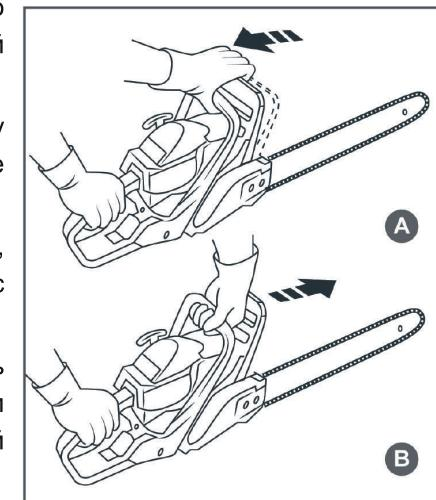

Рис. 7 Проверка механического тормоза
Тормоз цепи выключен (цепь может вращаться), когда ручка тормоза взведена (Рис. 7А).
Тормоз цепи включен (цепь не имеет возможности вращаться), когда ручка тормоза находится в отжатом положении (Рис. 7В).
3. Используя тормоз цепи, переместить левое запястье от себя и нажать им на ручку тормоза, не отпуская рукой переднюю рукоятку пилы (Рис. 7В).
6. Взведите ручку тормоза (Рис. 7А).
4. Убедитесь, что тормоз цепи включен (цепь заторможена), как показано на Рис. 7В.